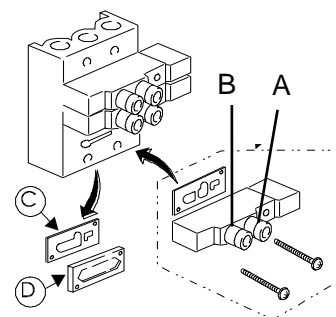

図4
- (1) フィルタレギュレータの圧力調整ノブを回してエア圧力を0にし、残圧を取り除きます。
- (2) 図4のように電磁弁からブランキングプレートDとパッキンCを取り外し、付属の電磁弁を取り付けます。この時、エア漏れを防ぐ為に必ず付属のパッキンを取り付けて下さい。